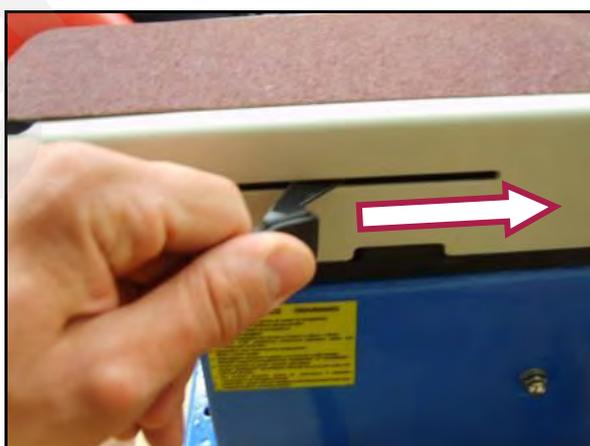

Figura 12 – Rilascio della tensione
1. Spostate la leva a destra (dalla parte opposta al motore elettrico) per rilasciare la tensione del nastro abrasivo, come indicato in figura 12; dopodiché estrarre il nastro usurato.